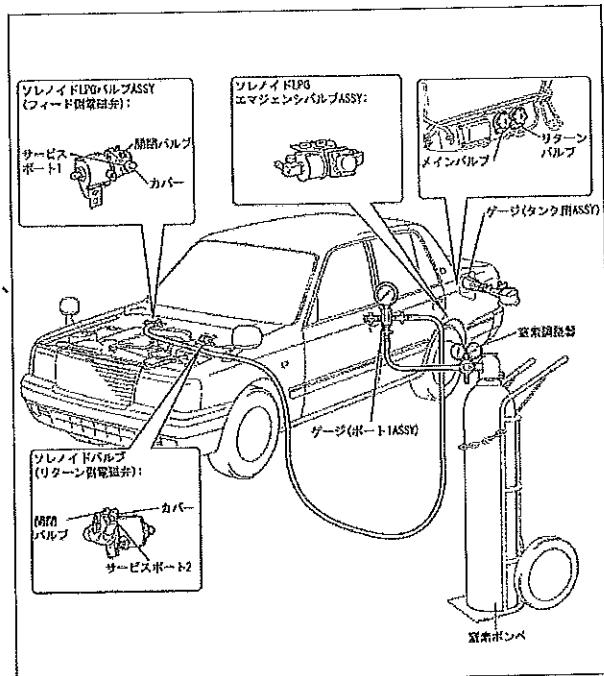

図2
(ポート1 ASSY)を接続する。(図2参照)
ポート1にゲージ(ポート1 ASSY)を接続する。(図2参照)
(図1、図2参照)
- ・石けん水で、ソレノイド LPG バルブ ASSY (フィード側電磁弁)のサービスポート1とゲージ(ポート1 ASSY)の接続部に漏れがないことを確認する。(図1、図2参照)
- f. 窒素ガス充てん圧力が設定圧力まで上昇したら、ゲージ(ポート1 ASSY)のバルブ A を全閉する。(図1、図2参照)
- a. LPG フューエルタンクのメインバルブおよびリターンバルブを全閉にする。(図2参照)
- b. ソレノイド LPG バルブ ASSY(フィード側電磁弁)の開閉バルブ(二面幅6mm 六角スクリュ)を開く。(図2参照)
- ・ソレノイド LPG バルブ ASSY(フィード側電磁弁)の開閉バルブ(二面幅6mm 六角スクリュ)の開く量は1回転以内の範囲とする。(図2参照)
- ・石けん水で、ソレノイド LPG バルブ ASSY(フィード側電磁弁)のサービスポート1とゲージ(ポート1 ASSY)の接続部に漏れがないことを確認する。(図1、図2参照)
- c. IG ON して、ソレノイド LPG バルブ ASSY(フィード側電磁弁)を開弁させる。(図2参照)
- d. LPG フューエルタンクのリターンバルブを開け、約5秒後に全閉する。(図2参照)
- a. ソレノイド LPG バルブ ASSY(フィード側電磁弁)の開閉バルブ(二面幅6mm 六角スクリュ)を全閉する。(図2参照)
- b. ゲージ(ポート1 ASSY)のバルブ A 全閉であることを確認する。(図1、図2参照)